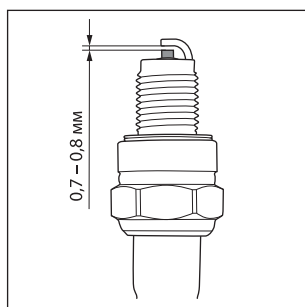

Рис. 15
6. Проверьте величину зазора между заземляющим и центральным электродами, используя специальный щуп. При необходимости установите зазор 0,7-0,8 мм (рис. 15).